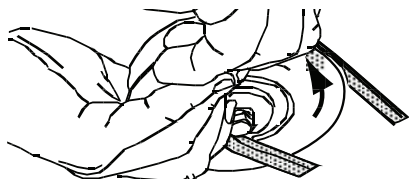

Figura 55
9. Tire del lado derecho de la correa y coloque el lado V angosto de la correa en la polea de la PTO (Figura 55).